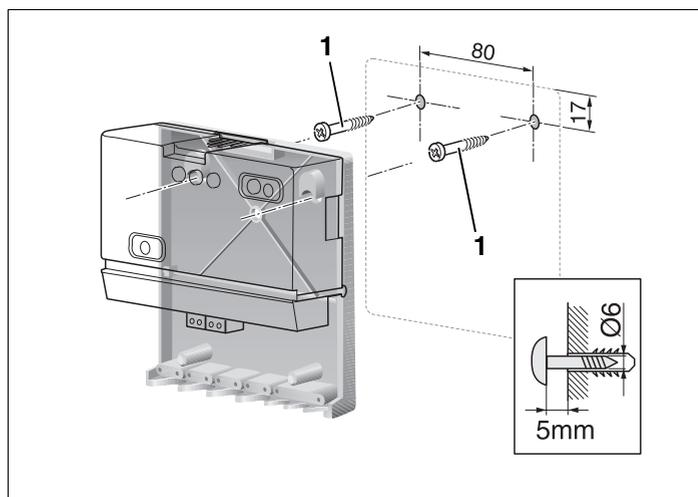

Fig. 4 Montage du module radio-piloté
- Insérer les chevilles dans les perforations et visser les vis jointes (fig. 4, **pos. 1**) sur 5 mm.